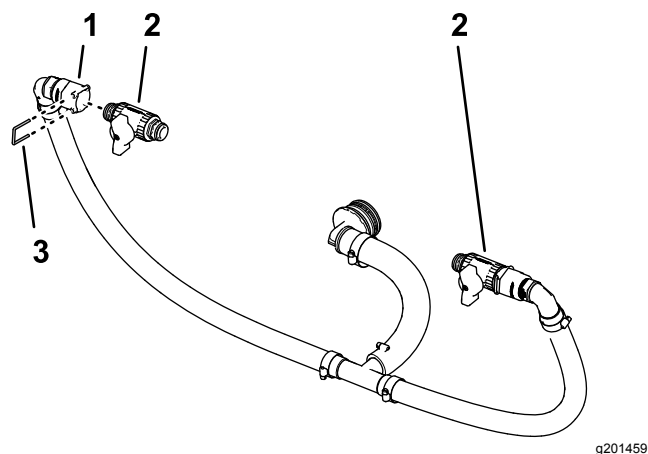

Рисунок 91
1. Снимите 2 держателя с быстроразъемных штуцеров (Рисунок 91), установленных при выполнении действий, описанных в разделе Сборка перепускных шлангов \(страница 45\).
2. Установите отсечной клапан на гнездо быстроразъемного штуцера (Рисунок 91).